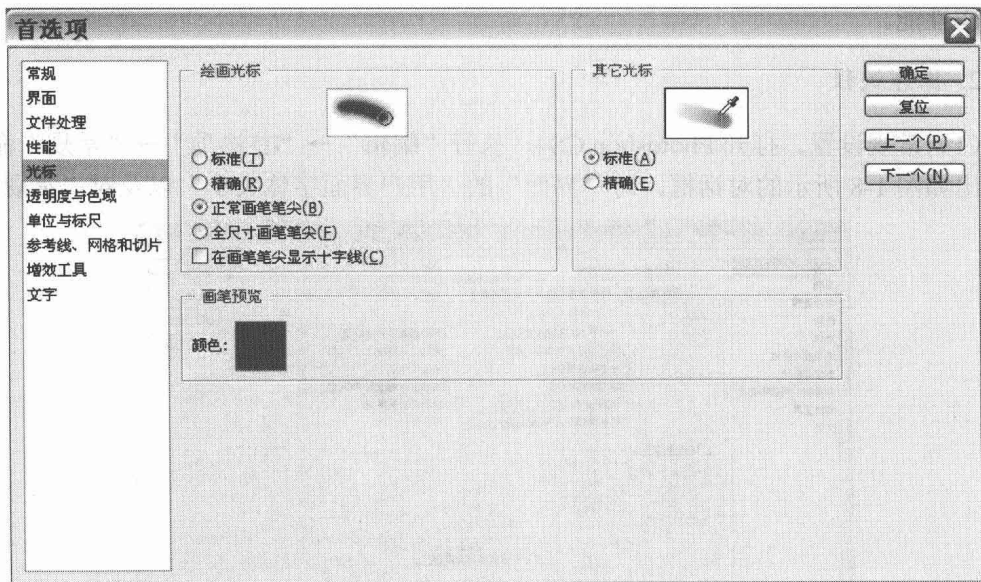

图 1-10 显示与光标设置对话框
(3) 显示与光标设置。执行“编辑”→“首选项”→“光标”命令，弹出如图 1-10 所示的显示与光标设置对话框。对“绘图光标”进行设置。